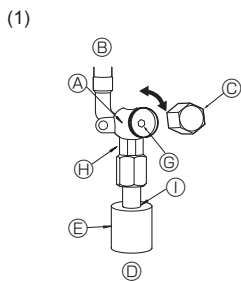
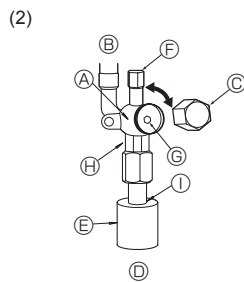

Fig. 4-5
Fig. 4-6
- (1) Gaszijde (Fig. 4-5)
- ① Verwijder de kap en draai de kraanstang zo ver mogelijk tegen de klok in met behulp van een 5mm-inbussleutel. Stop met draaien wanneer de nok wordt bereikt. (Ø15,88: Circa 13 omwentelingen)
- ② Let erop dat de afsluiterkraan geheel open is en draai de kap terug naar de oorspronkelijke stand.
- (2) Vloeistofzijde (Fig. 4-6)
- ① Verwijder de kap en draai de kraanstang zo ver mogelijk tegen de klok in met behulp van een 4mm-inbussleutel. Stop met draaien wanneer de nok wordt bereikt. (Ø9,52: Circa 10 giri)
- ② Let erop dat de afsluiterkraan geheel open is, druk de hendel in en draai de kap terug naar de oorspronkelijke stand.
- ① Kraan
- ② Zijde van het apparaat
- ③ Kap
- ④ Zijde van de plaatselijke leiding
- ⑤ Pijpbedekking
- ⑥ Serviceaansluiting
- ⑦ Sleutelgat
- ⑧ Voor twee sleutels (Gebruik alleen hier een sleutel. Op andere plaatsen veroorzaakt u daarmee koelstoflekages.)